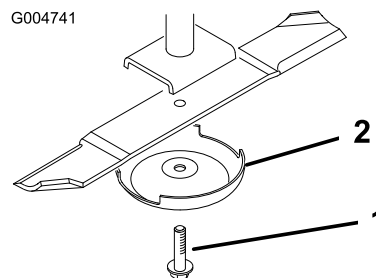

Figura 14
9. Monte as lâminas, os recipientes antidanos e os parafusos da lâmina (Figura 14).